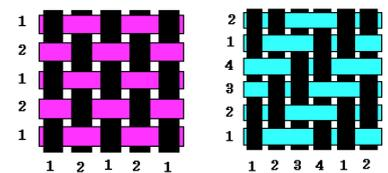
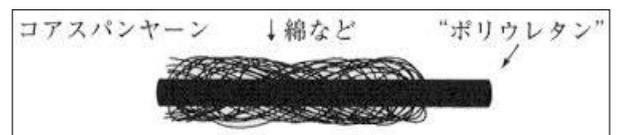

図1. 平織と綾織
図2. コアスパンヤーン
織物は、図1のように、たて糸とよこ糸が交絡して作られます。そのたて糸とよこ糸の絡み方で、平織、綾(あや)織、朱子(しゅす)織などに区別されます。たて糸に、ストレッチ性に優れた綿/ポリウレタンのコアスパンヤーン(図2)などを使用すると、たてストレッチ織物になります。また、たて糸、よこ糸の双方にこの糸を使用すると、ツーウェイストレッチ織物になります。ちなみに織物は布帛(ふはく)とも呼ばれるのでご承知おきください。
(3) 織物の品質事故に影響を与える因子
①織物は、糸の打ち込み密度が粗いと、滑脱抵抗力が低下しスリップしやすくなり、滑脱、目寄せ、縫い目の笑いなどが発生する。その傾向は、糸表面の摩擦抵抗力に関係し、フィラメント糸(生糸) > フィラメント糸(加工糸) > 紡績糸(スパン糸)となります。糸表面の摩擦抵抗力に関係するといわれています。
②織物は、たて糸とよこ糸の交絡数の差によって、同様に滑脱などが発生することがあり、その傾向は、朱子織 > 綾織 > 平織となります。平織が最も安定した組織といえます。(図1参照)
③織物は、糸が細く高密度になるほど、引張り強さは高くなりますが、引裂き強さが、朱子織 > 綾織 > 平織の順に低下します。平織は糸の自由度が低下し、よりペーパーライクになり裂けやすくなります。